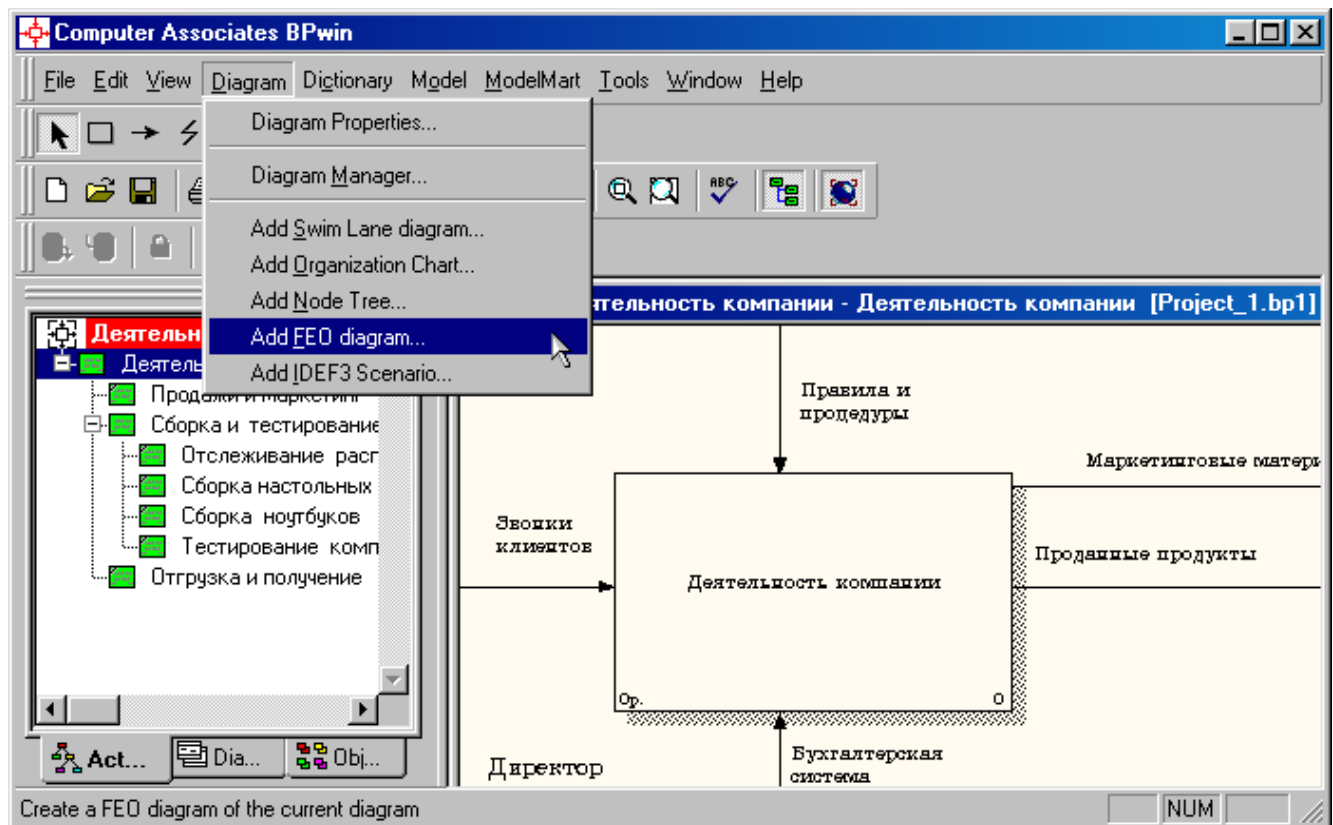

Рисунок 5.1 - Пункт главного меню **Diagram/Add FEO Diagram**
- 1 Выберите пункт главного меню **Diagram/Add FEO Diagram** (рисунок 5.1).